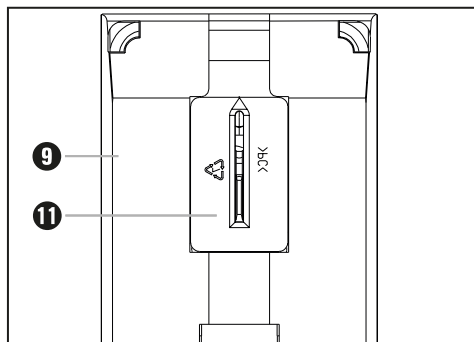

Fig. 1 : Monter le dispositif pare-éclats
- ◆ Par le bas, 11 poussez le dispositif pare-éclats dans la semelle mobile 9 jusqu'à ce qu'il s'enclenche audiblement (flèche vers le haut). Le marquage ▲ du dispositif pare-éclat 11 pointe en direction du côté avant de l'appareil (voir aussi la fig. 1).